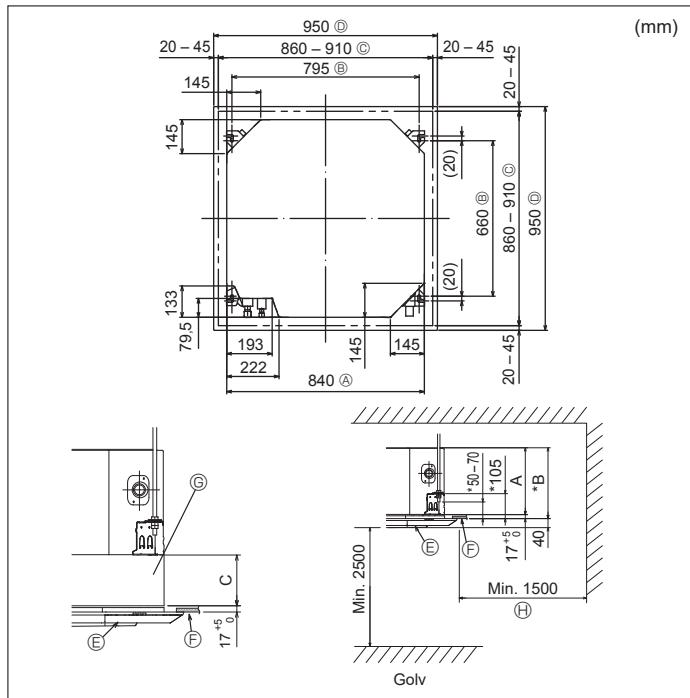

Fig. 3-2
3.2. Taköppning och installationsplatser för upphängningsbultar (Fig. 3-2)
- Måttet på taköppningen kan regleras inom området visat i Fig. 3-2; så centrera huvudenheten mot taköppningen och försäkra att respektive motsatta sidor på alla sidor om spelrummet mellan dem blir identiska.